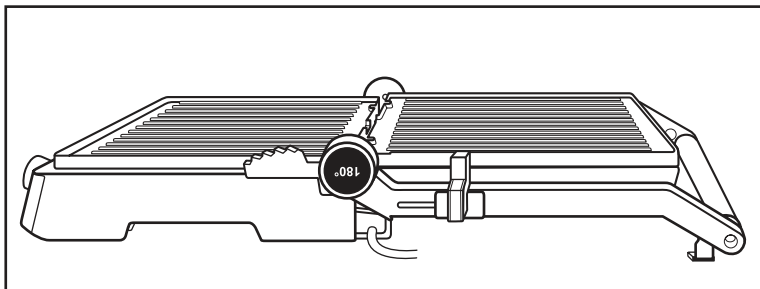

Bild 2
- 3) Värmeplattorna **10** ligger nu intill varandra och kan användas som bordsgrill (bild 2).